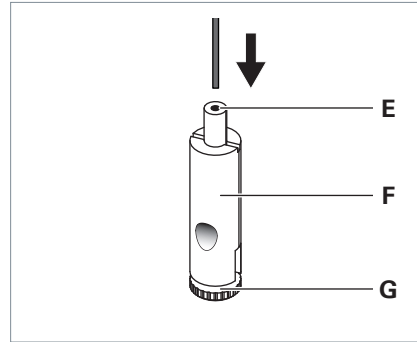

Fig. 8: Monter l'attache de câble.
- ▶ Faites passer le câble métallique à travers la douille de guidage **E** de l'attache de câble **F**, voir Fig. 8.